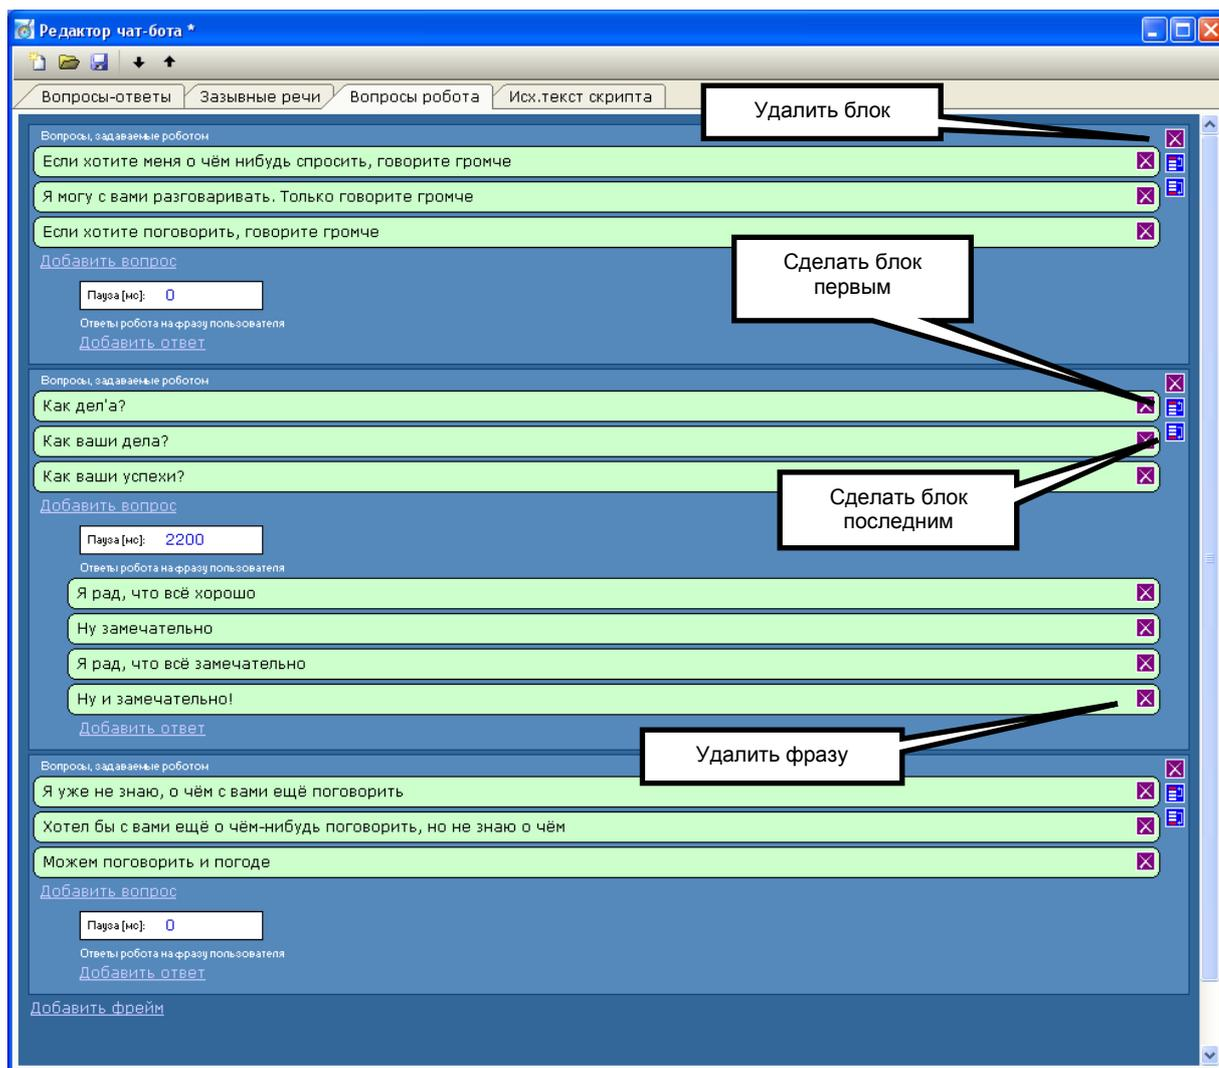

Рис. 19 Внешний вид визуального редактора раздела «Вопросы робота»
Редактор раздела «Вопросы робота» (см. главу 4.2.3) расположен в редакторе чат-бота на одноименной закладке (Рис. 19).
- делать блок первым или последним в списке с помощью соответствующих кнопок в правой части блока (см. Рис. 19), в зависимости от этого немного изменяется назначение блока (см. главу 4.2.3);